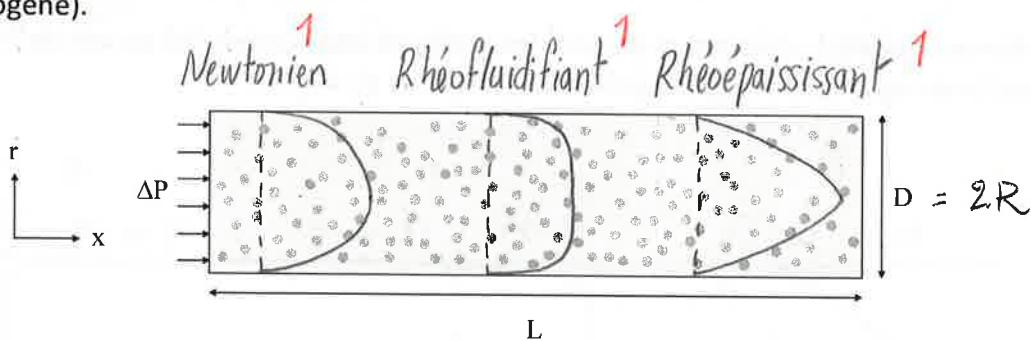

Figure 2. Géométrie de l'écoulement des suspensions.
③
- c) On injecte ces suspensions à l'aide d'une seringue, correspondant à un écoulement de Poiseuille avec vitesse du fluide nulle à la paroi dans une conduite cylindrique de longueur L et diamètre D comme montré à la Figure 2. Dessinez sur la figure l'allure du profil de la vitesse $u_x(r)$ au sein de la suspension pour les cas Newtonien, rhéofluidifiant, et rhéoépaississant (on néglige l'effet des forces électrostatiques et on considère que la distribution des particules reste homogène).